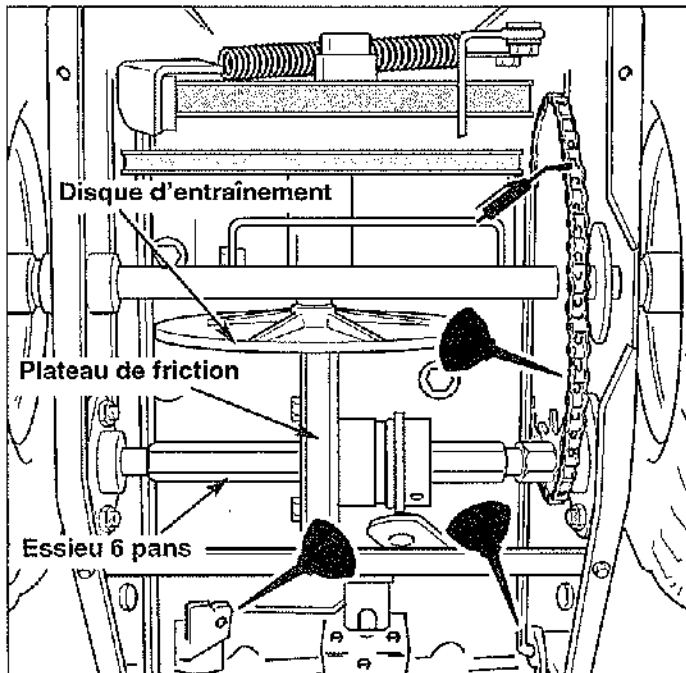

Figure 15. Points de lubrification dans la zone d'entraînement (sans le couvercle inférieur)
Appliquer de l'huile de teneur moyenne (10W) aux points indiqués aux Figures 15 à 17.
Système d'entraînement: Ne pas permettre à l'huile et à la graisse d'entrer en contact avec le plateau de friction (voir Figure 15) le disque d'entraînement. Lubrifier l'arbre Hex avec de l'huile moteur synthétique de 5W-50.
1. Après 5 heures de marche, vérifier que le réglage est correct. Réajuster la tige d'embrayage si nécessaire en augmentant la tension sur la tige. Un petit mouvement du bras du levier coudé est permis si la machine passe les vérifications indiquées dans l'Avvertissement à votre gauche. Le réglage optimal donne un dégagement de 0,8 mm entre le disque d'entraînement de traction et l'anneau de caoutchouc sur le plateau de friction quand le levier d'entraînement est relâché (voir Figure 15 pour l'emplacement du plateau de friction).